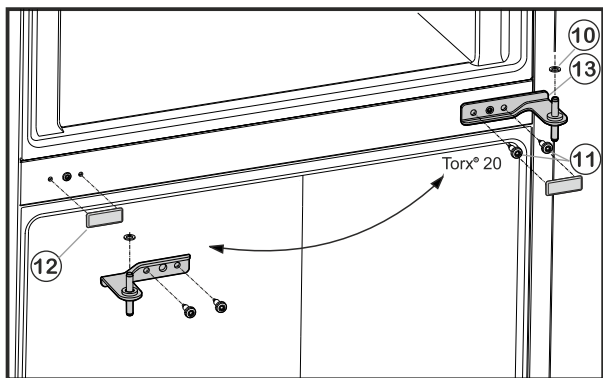

Fig. 6
- ▶ Odvijte pričvrzne vijke Fig. 6 (11) (2 puta Torx® 20) i izvucite podložak ležaja u sredini iz donjih vrata.
- ▶ Skinite plastičnu pločicu Fig. 6 (10).
- ▶ Oprezno skinite poklopac Fig. 6 (12).
- ▶ Ponovo stavite poklopac Fig. 6 (12) na suprotnoj strani.
- ▶ Podložak ležaja u sredini Fig. 6 (13) umetnite u donja vrata okrenut za 180° pa ga pričvrsnim vijcima Fig. 6 (11) (2 puta Torx® 20) **pritegnite čvrsto (s 4 Nm)** na novu stranu šarki.
- ▶ Ponovo postavite plastičnu pločicu Fig. 6 (10).
- ▶ Stavite gornja vrata na podložak ležaja u sredini Fig. 6 (13).